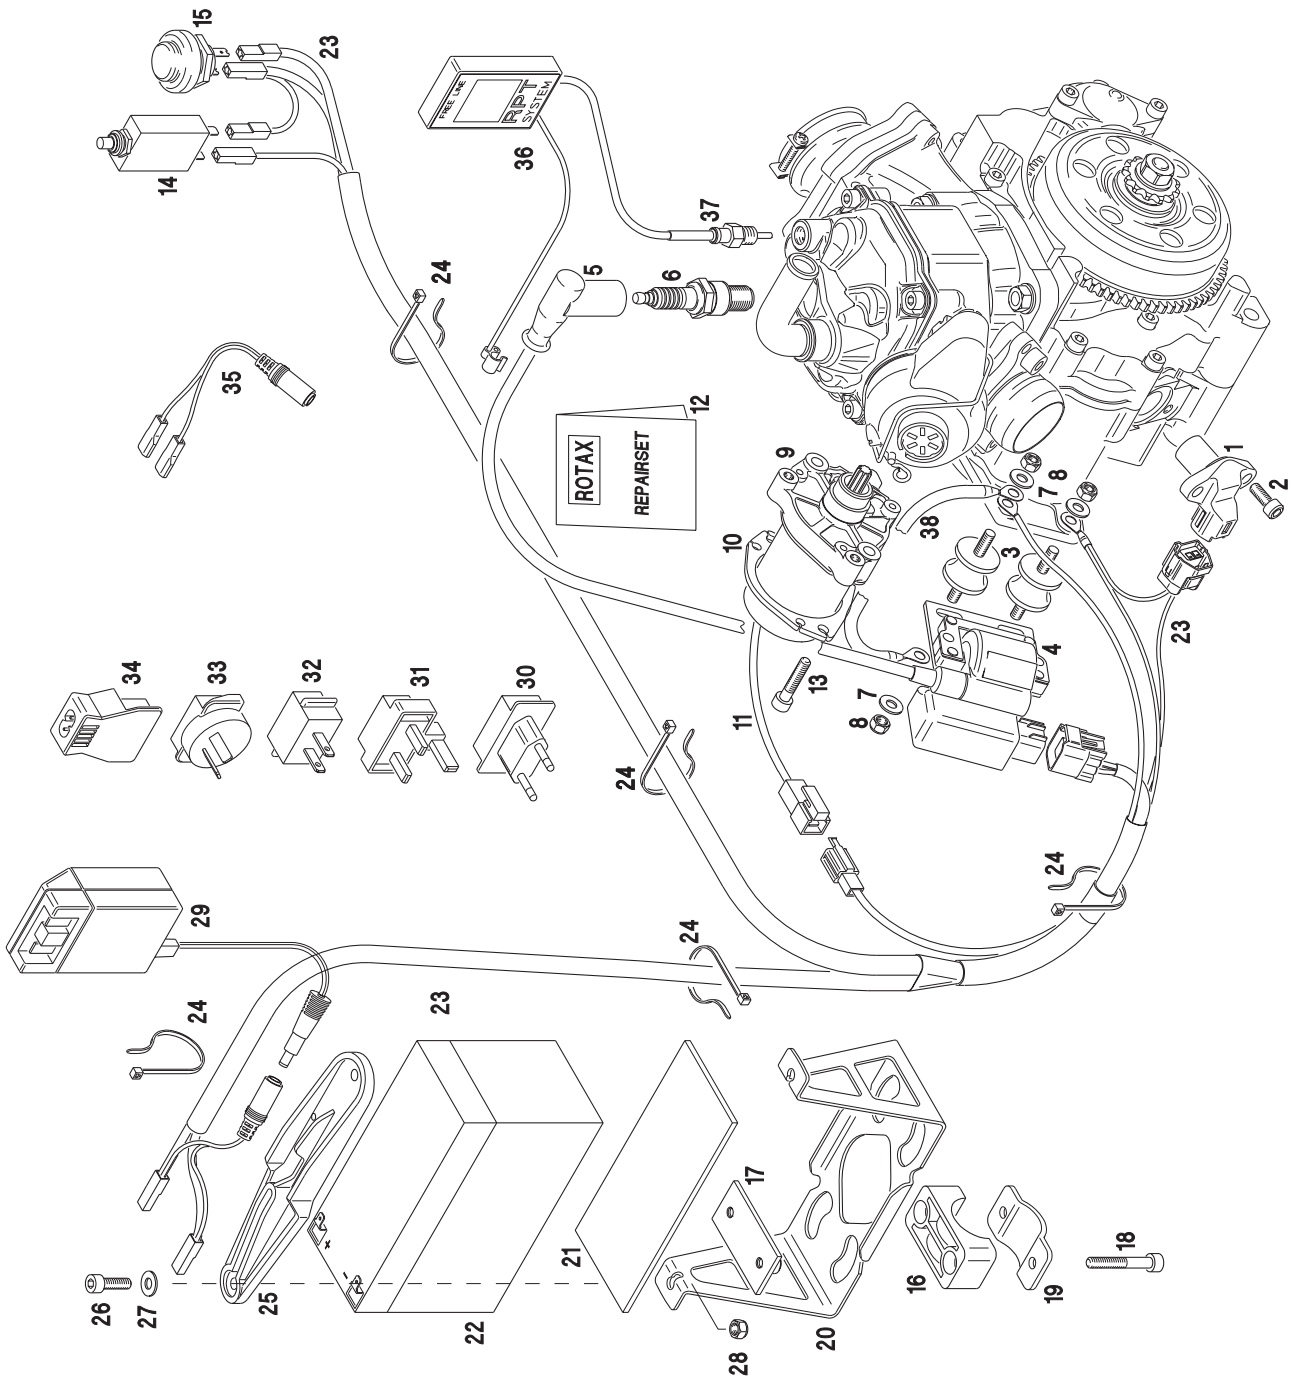

Bild 5
Für eine ausgewogene Gewichtsverteilung wird empfohlen, die Batterie entweder hinter dem Fahrersitz, links neben dem Fahrersitz oder vorne vor dem Kraftstofftank zu montieren. Zur fachgerechten Befestigung der Batterie am Rahmen wird von ROTAX im Zubehörkarton eine entsprechende Halterung für die Batterie mit den Anschlußteilen serienmäßig mitgeliefert (siehe Bild 5, Pos. 20)
⇒ Die elektrischen Anschlüsse entsprechend der Illustration (Bild 5) herstellen.
- ⇒ Zündspule mit den Befestigungskomponenten (2 x Rundpuffer Pos. 3, 4 x Scheibe Pos. 7 und 4 x Sicherungsmutter Pos. 8) entsprechend der Illustration (siehe Bild 5) am Getriebedeckel befestigen.